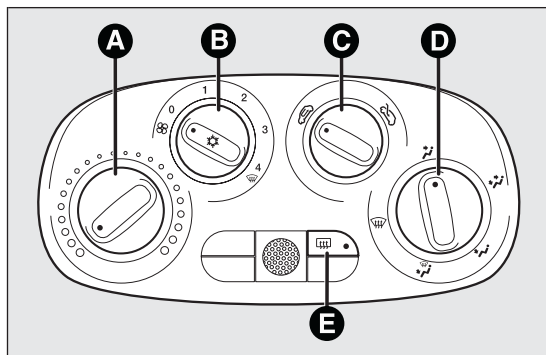

Abb. 29
- A Drehgriff Lufttemperatur (rot-warm / blau-kalt) Abb. 29
- B Drehgriff Lüfterdrehzahl und Ein-/Ausschalten der Klimaanlage Abb. 29. Durch Drücken des Drehgriffs wird die Klimaanlage eingeschaltet. Gleichzeitig leuchtet die Led auf dem Drehgriff auf. Dieser Vorgang ermöglicht eine schnellere Kühlleistung im Fahrgastraum.
C Drehgriff Umluft Abb. 29
D Drehgriff Luftverteilung Abb. 29
E Schalter ON/OFF Heckscheibenheizung Abb. 29.